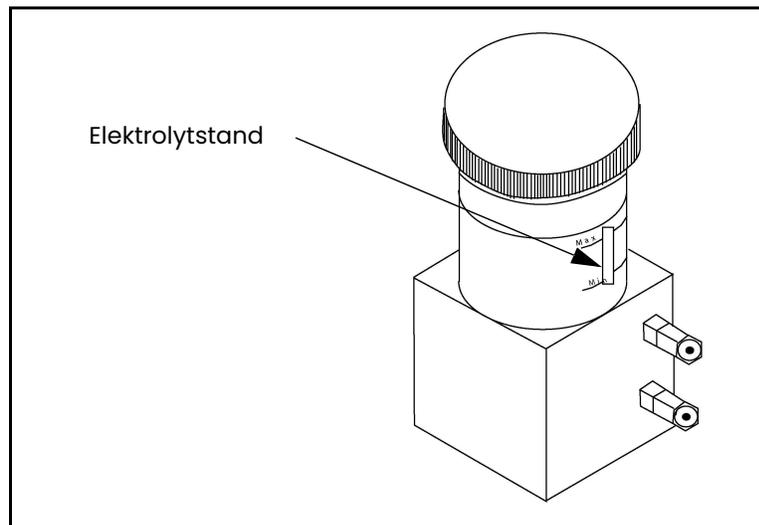

Abbildung 7: Elektrolytfüllstand der Delta F-Sauerstoffzelle
Die Delta F-Sauerstoffzelle ist mit verschiedenen Einbaueinheiten lieferbar. Die Zelle selbst hingegen sieht immer wie in *Abbildung 7* unten dargestellt aus.
3. Prüfen Sie im Min/Max-Fenster der Sauerstoffzelle den Elektrolytstand. Der Elektrolyt muss etwa 60 % des Fensters bedecken (siehe *Abbildung 7 auf Seite 12*). Die Zelle kann nun an die Gasleitung angeschlossen werden.